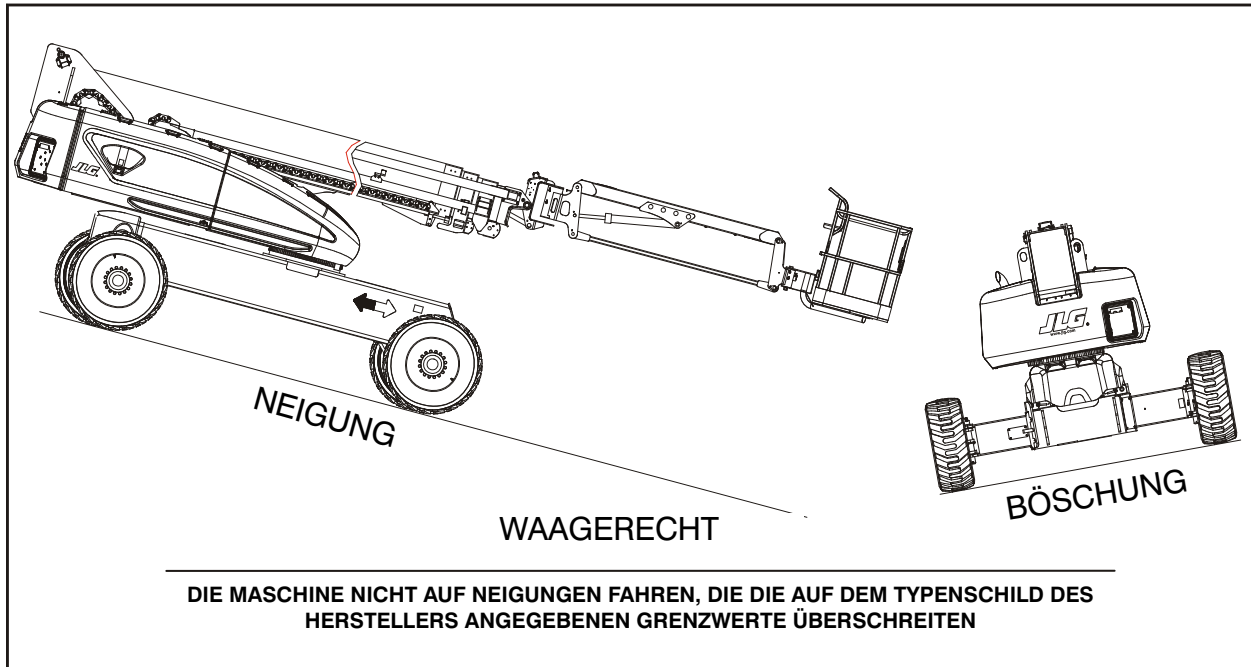

Abbildung 4-3. Neigung und seitliche Böschung
Die Stabilität der Maschine beruht auf zwei (2) Bedingungen, die als VORWÄRTSSTABILITÄT und RÜCKWÄRTSSTABILITÄT bezeichnet werden. Die Maschinenstellung mit der geringsten VORWÄRTSSTABILITÄT ist in (Abbildung 4-2) und die Stellung mit der geringsten RÜCKWÄRTSSTABILITÄT in (Abbildung 4-3) dargestellt.